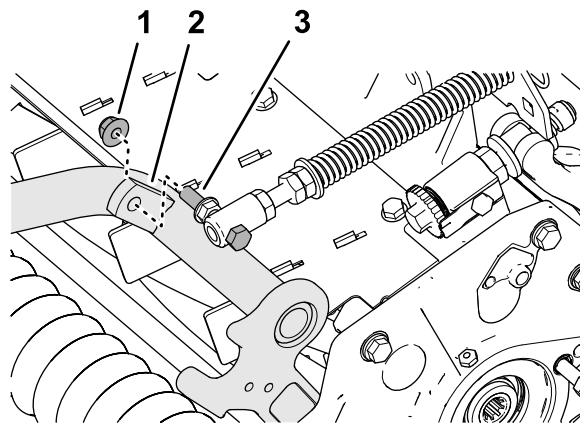

Рисунок 13
4. Установите колпачковый винт пружины компенсации состояния грунта на правый выступ несущей рамы (Рисунок 13) с помощью фланцевой контргайки ($\frac{3}{8}$ дюйма).